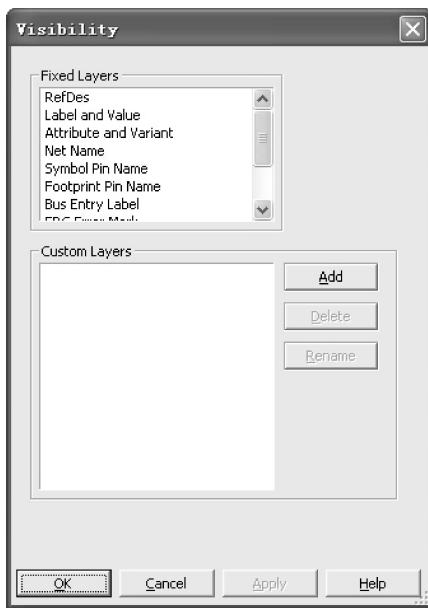
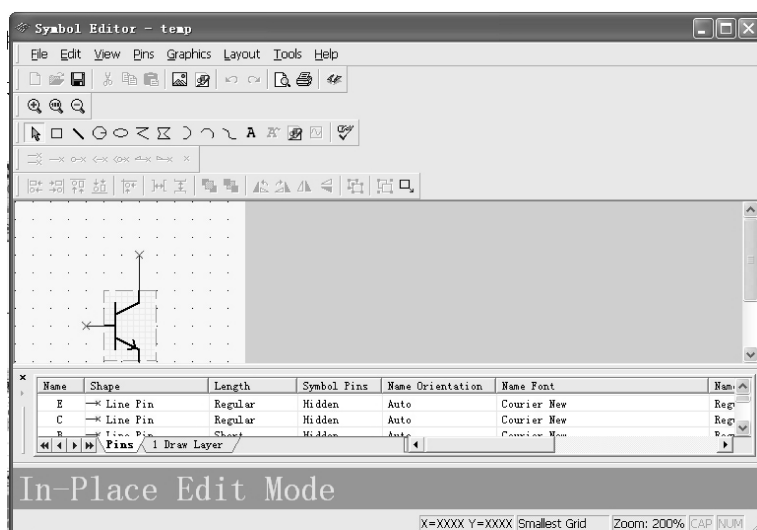

图 1-21 层设置对话框
图 1-22 编辑符号/标题栏对话框
(12) Graphic Annotation: 图形注释选项。
(13) Order: 改变电路图中所选元器件和注释的叠放次序。
(14) Assign to Layer: 指定所选层为注释层。
(15) Layer Settings: 层设置。执行该命令，弹出图 1-21 所示层设置对话框。
(16) Orientation: 对选中的元器件进行方向调整，包括垂直翻转、水平翻转、顺时针旋转 90°、逆时针旋转 90°等。
(17) Title Block Position: 设置电路标题栏的位置。
(18) Edit Symbol/ Title Block: 编辑电路元器件符号或标题栏。在电路工作区选是某个元器件，假设选中电路中的晶体管 Q1，执行编辑符号/标题栏菜单命令后，出现图 1-22 所示的对话框。其上部分为器件外形窗口，下部分为器件外形编辑窗口，在此窗口可对器件的引脚长短、引脚符号、名称方向及字体字形进行编辑。